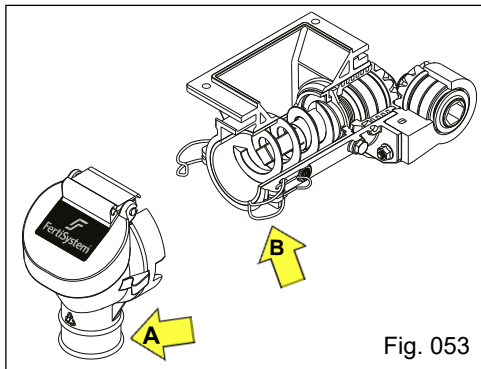

Fig. 053
- Desmonte o bocal "A", através do engate rápido "B" (Fig. 053).